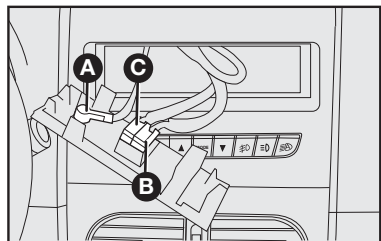

fig. 130
- cabo e plugue de alimentação elétrica para o autorrádio **C**—fig. 130.
- cabo e conector para antena de teto **A**–fig. 130.
- cabos e plugue para conexão dos alto-falantes e tweeters **B**–fig. 130.
- cabo de alimentação do autorrádio **C**–fig. 130.
- cabo para alto-falante dianteiro e traseiro **B**–fig. 130.